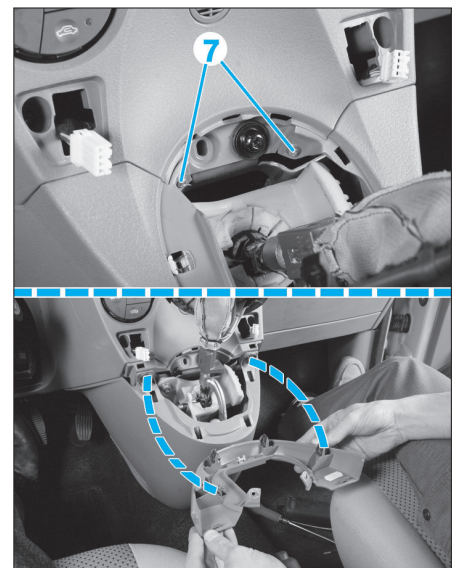

FIG. 20
- Déposer les vis de fixation (7) (Fig.20), puis dégraffer l'enjoliveur.